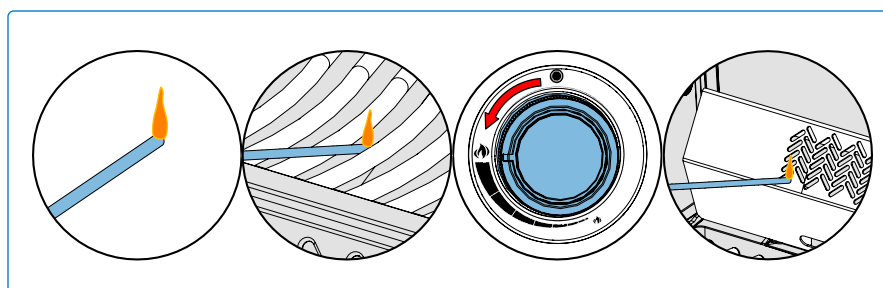

Fig. 8
3. Tout en tournant le bouton du brûleur correspondant en position haute. **(Fig. 8).**